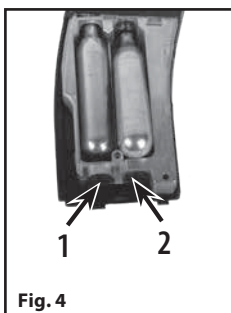

Fig. 4
6. Insérez une nouvelle cartouche de CO₂ dans l'arme à air comprimé, le petit col de la cartouche étant inséré en premier lieu et orienté vers le dispositif de perçage (Fig. 4).